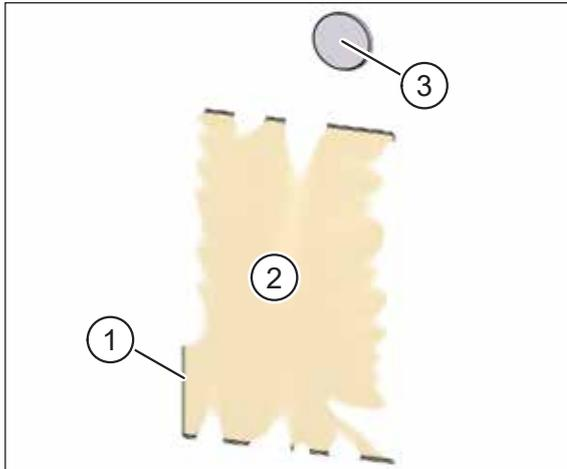

Abb. 39: Montageset innen verputzt
- ▶ Ritzen Sie mit einem Messer den Putz an der Innenseite des Putzrahmens (Pos. 1 in Abb. 39) ein.
- ▶ Entfernen Sie vorsichtig den Putzschutzdeckel (Pos. 2 in Abb. 39) und den darunter liegenden Schutzdeckel.
- ▶ Ritzen Sie mit einem Messer den Putz innerhalb der Zu- und Abluftöffnungen (Pos. 3 in Abb. 39) ein und entfernen Sie das Klebeband mit dem Putz.